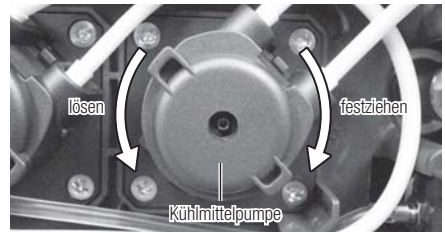

Abb.34
- 5) Drehen Sie die Kühlmittelpumpe gegen den Uhrzeigersinn, bis es klickt, und ziehen Sie sie heraus (Abb. 34).